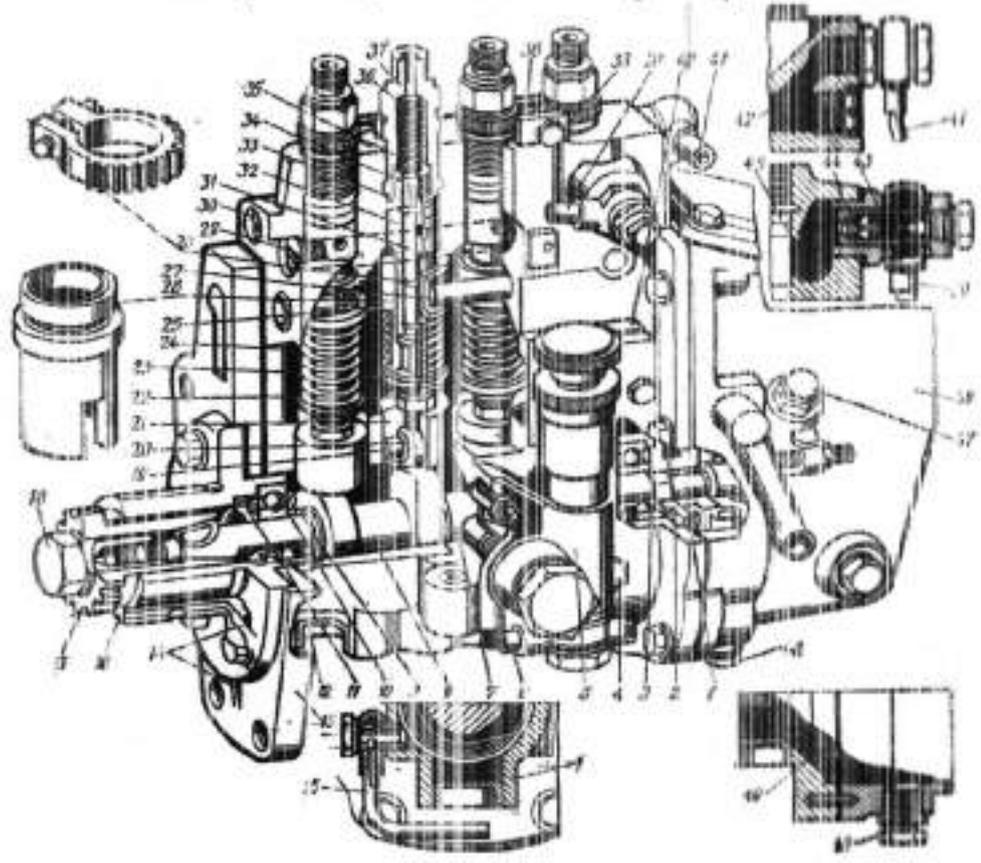

Рис. 8.7.
5. Укажете позиции рис. 8.7; 8.8. Объясните работу.